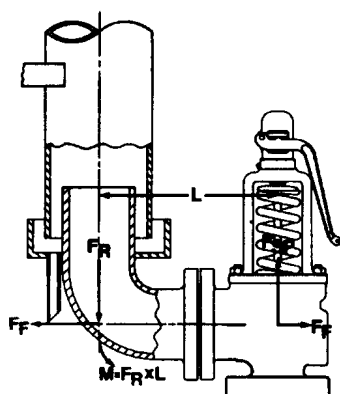

Fig. 3 - Valvola aperta
Una volta stabilizzata la portata (Fig. 3), l'impatto del fluido sulla curva di scarico annulla la forza (FF), ed il fluido fuoriesce verso l'alto attraverso l'uscita; si ottiene una forza (FR) agente verso il basso lungo la mezzieria della curva di scarico.